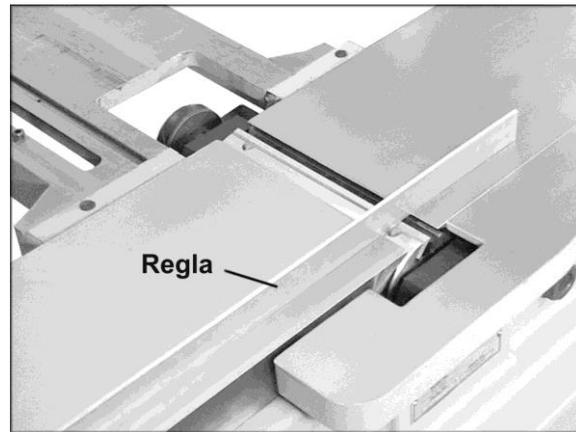

Figura 19
5. Coloque una regla a lo largo de la mesa de salida y que se extienda a la mesa de entrada. Vea la Figura 19.